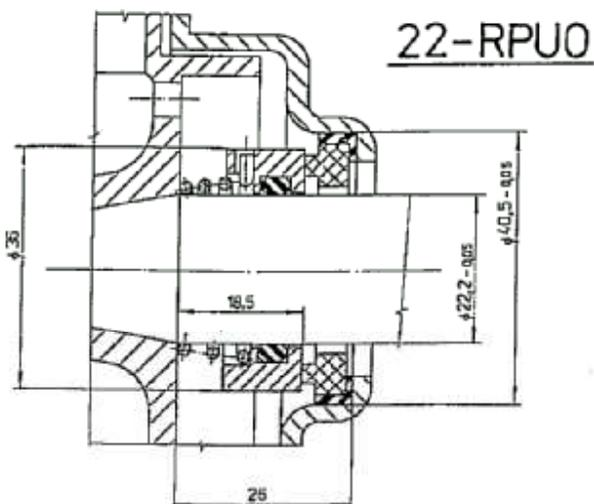
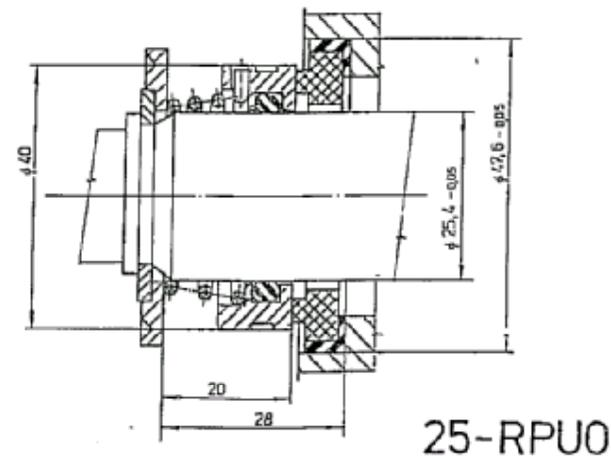

Рисунок 1
Рисунок 2
- Проконтролировать надо установочные размеры данного насоса, отвечают ли они встройке сальников – смотри Рис. 1 для 22-RPUO и Рис. 2 для 25-RPUO.